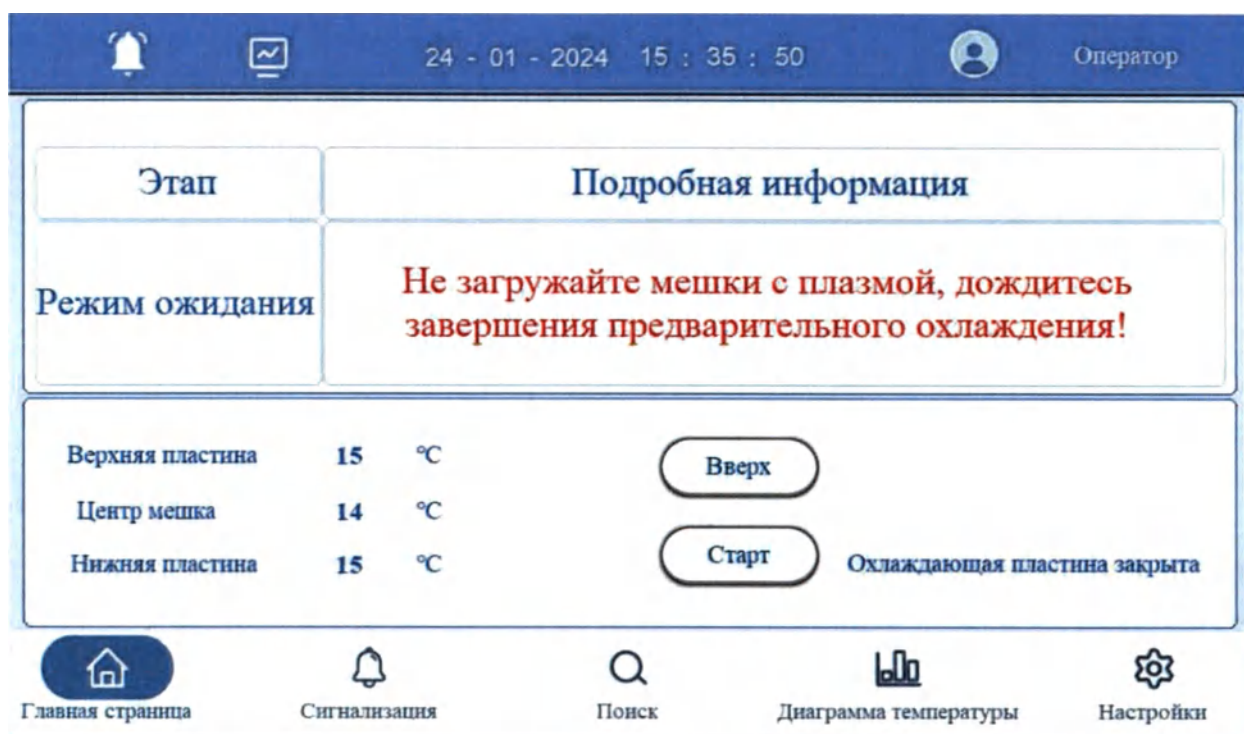

Рисунок 13 - Состояние дисплея контроллера дисплея после периода блокировки.
- Если в поле «Подробная информация» отображается «Режим ожидания», то предварительное охлаждение завершено, см. рисунок 13.